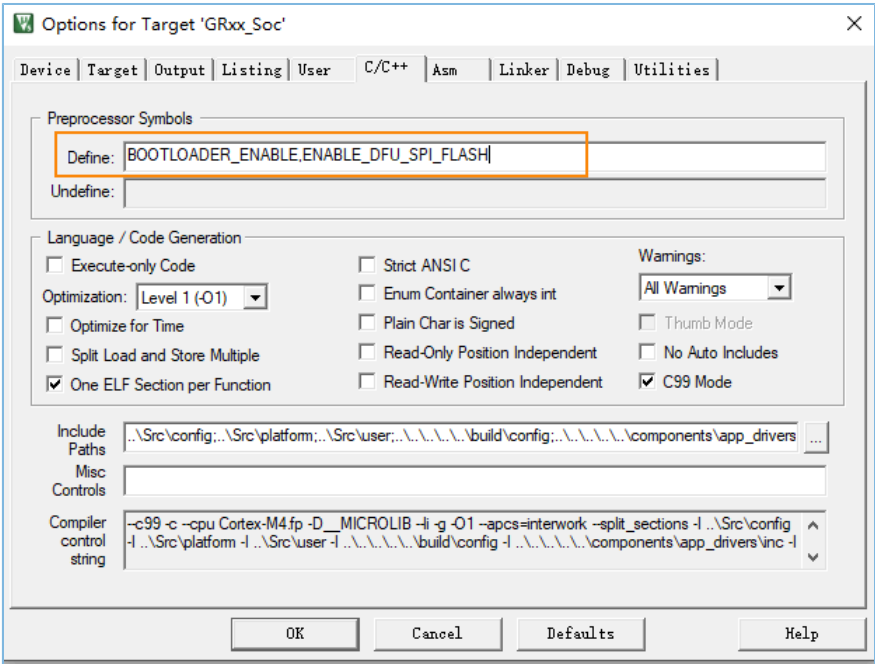

图 4-30 使能外部Flash资源升级
- 常见应用场景是在应用固件ble_app_template_dfu中进行外部Flash资源升级，只需在ble_app_template_dfu工程里配置“ENABLE_DFU_SPI_FLASH”，如图 4-30所示，使能当前工程采用外部Flash资源升级。
- 在app_bootloader固件中进行外部Flash资源升级，需要如图 4-30中添加“ENABLE_DFU_SPI_FLASH”，还需要在app_bootloader工程里添加使能低功耗蓝牙的宏，具体配置如下表所示。